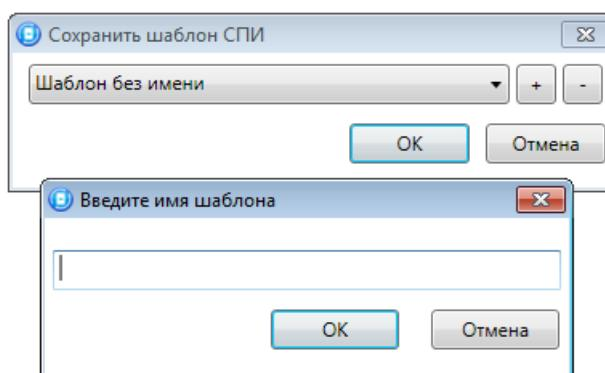

Рисунок 13.3 — Сохранение шаблона
- **Сохранить шаблон настроек:** открытие окна *Сохранить шаблон СПИ* (см. рисунок 13.3), с помощью которого может быть сохранена конфигурация УОО контроллера в качестве шаблона.